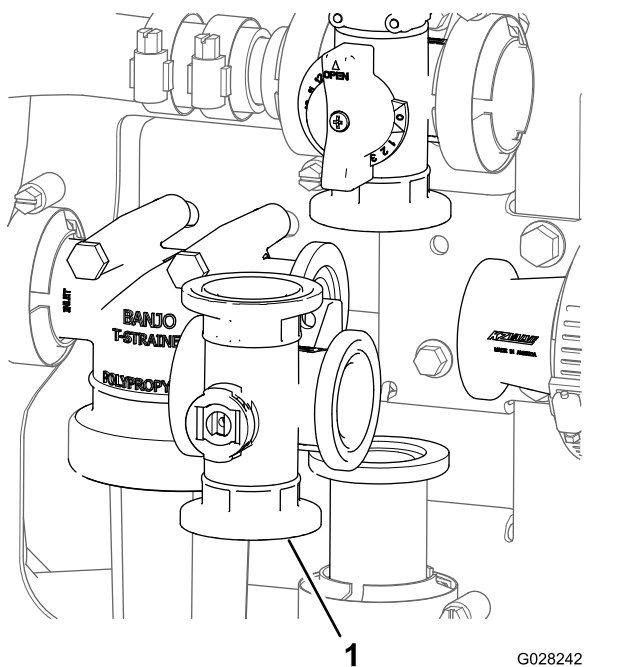

Рисунок 135
2. Снимите коллектор клапана перемешивания с машины (Рисунок 135).